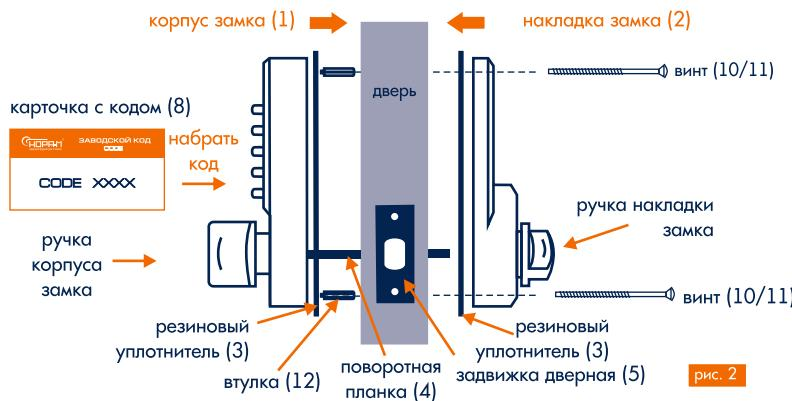

рис. 2
Замок кодовый универсальный: подходит как для левых, так и для правых дверей, открывающихся наружу и внутрь. Возможна установка на двери толщиной 35 - 55 мм (при использовании винтов (11) длиной 50 мм и втулок 12 рис. 2). При необходимости, укоротив поворотную планку (4), возможна установка на двери с меньшей толщиной 35 - 45 мм, (при использовании винтов (10) рис. 2 длиной 35 мм).
- ручка корпуса замка (1) рис. 2 должна повернуться и легко вернуться в исходное положение. Если вы хотите изменить код замка, следует сделать это до его установки на дверь (см. инструкцию по смене цифро-буквенной комбинации накладки замка, стр. 7);
- вставьте поворотную планку (4) через прямоугольный паз в двери и убедитесь, что она входит в задвижку (5) согласно рис. 2;
- приставьте корпус замка (1) и накладку замка (2) к двери, как показано на рис. 2;
- используя винты (10) или (11) рис. 2, стяните через отверстия в корпусе (1) и накладке замка (2) вверху и внизу вместе так, чтобы винты плотно прижимали их к двери ;
- при необходимости, обрежьте поворотную планку (4) на нужную длину.